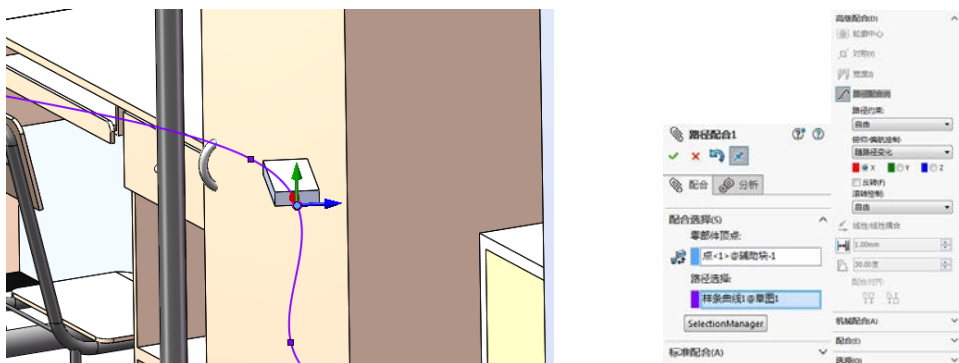

图 5-28 设置路径配合约束
STEP 2 导入“辅助块.SLDPRT”文件, 然后选择此块底部一条边线的中点和绘制的样条曲线, 为其定义约束为“路径配合”, 如图 5-28 所示(应注意设置“随路径变化”并选中“X”轴的“偏航控制”关系)。